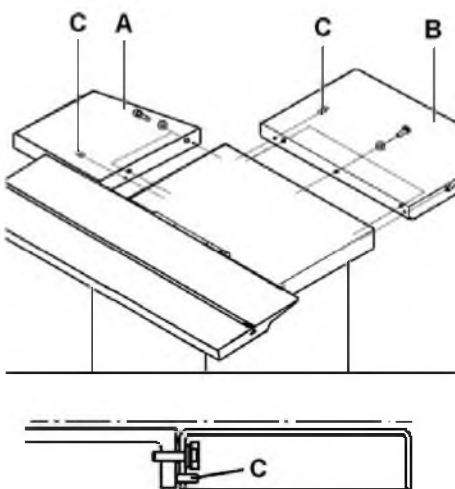

Рис. 2
- Закрепите удлинение стола при помощи болтов (рис. 2, А).